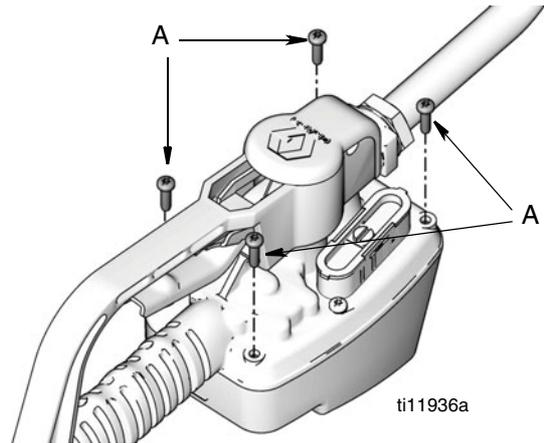

FIG. 1
1. Utilice una llave Torx (T20) para quitar los tornillos ubicados en las cuatro esquinas (A) de la base del medidor (FIG. 1). Conserve estos tornillos para volver a armar el instrumento.